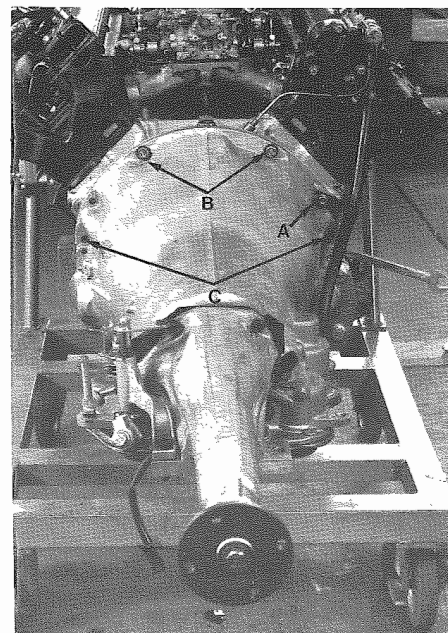

Fig. 3 - A - Dado fissaggio guaina
- Smontare la guaina asta livello olio: allentare il dado A (Fig. 3) e tirare verso l'alto la guaina; tappare velocemente il raccordo sul cambio.
- Remove dip stick tube: loosen nut A (Fig. 3) and pull upwards the tube; quickly plug transmission connection.